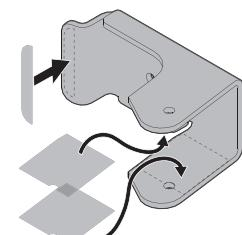

Figure 29
- Avant l'assemblage, décollez les autocollants adhésifs de la feuille et appliquez-les sur les faces intérieures des supports de suspension de poids gauche et droit, comme indiqué à la Figure 29.